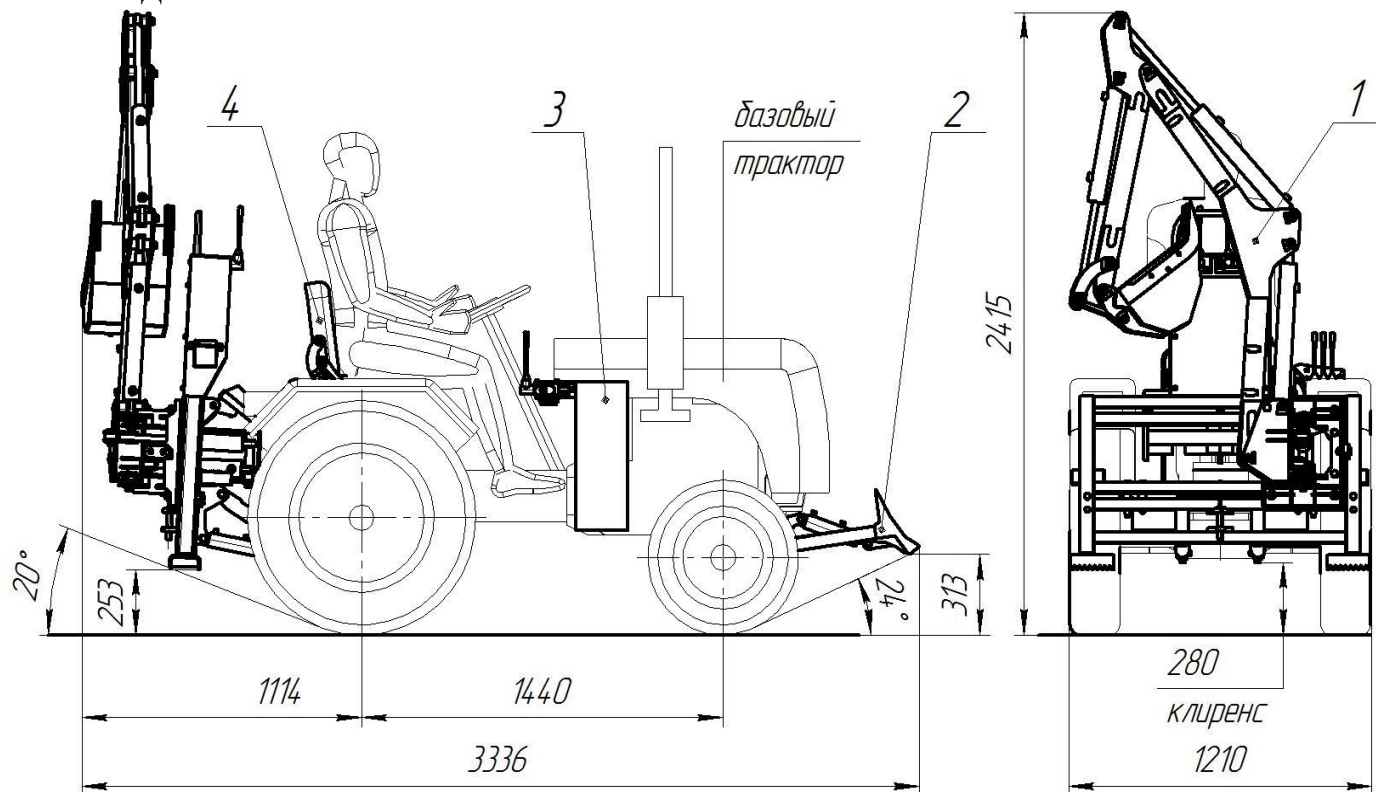

Рис.1
Составные части оборудования (рис. 1):
1.2.4. Экскаватор навесной 1 (рис.1) предназначен для выемки грунта не выше 2-й категории, складировании его в непосредственной близости от места копания или погрузки в транспортное средство.
1.2.5. Бульдозерный отвал 2 (рис.1) оборудования предназначен для засыпки места выемки грунта, планировочных работ. Отвал искусственно утяжелен и дополнительно служит передним противовесом трактора с экскаваторным оборудованием в транспортном режиме.
1.2.6. Гидросистема оборудования 3 (рис.1) предназначена для управления экскаватором и бульдозерным отвалом;
1.2.7. Сиденье 4 (рис.1) выполнено трансформируемым с целью возможности управления экскаватором и трактором в рабочих и транспортных режимах или при бульдозировании. Установлено на место штатного сиденья базового трактора;